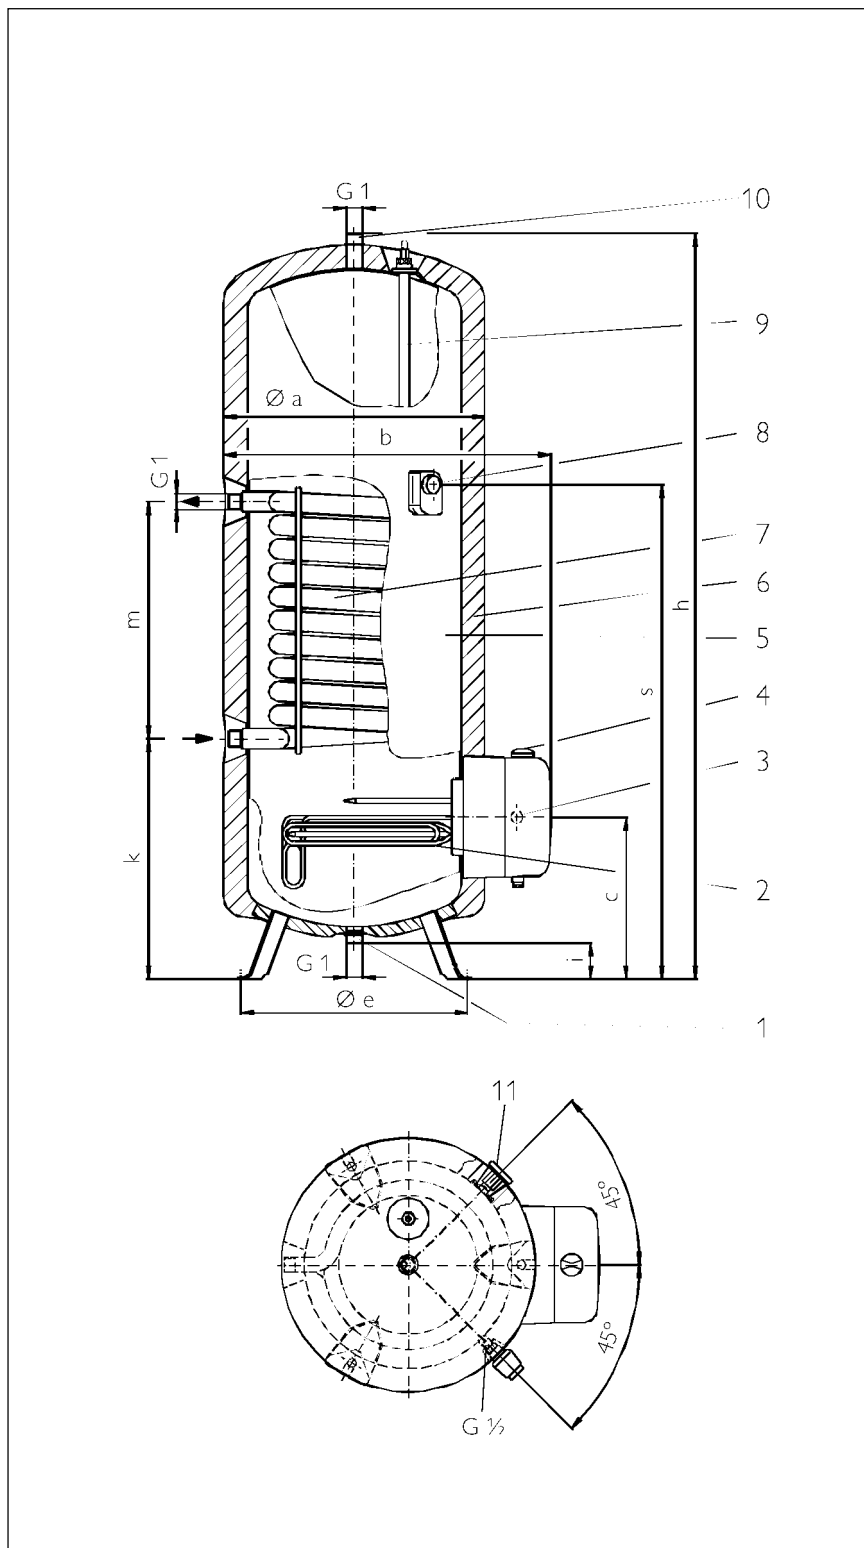
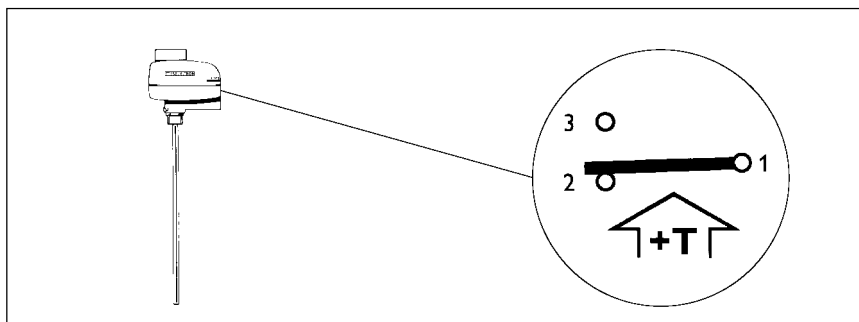
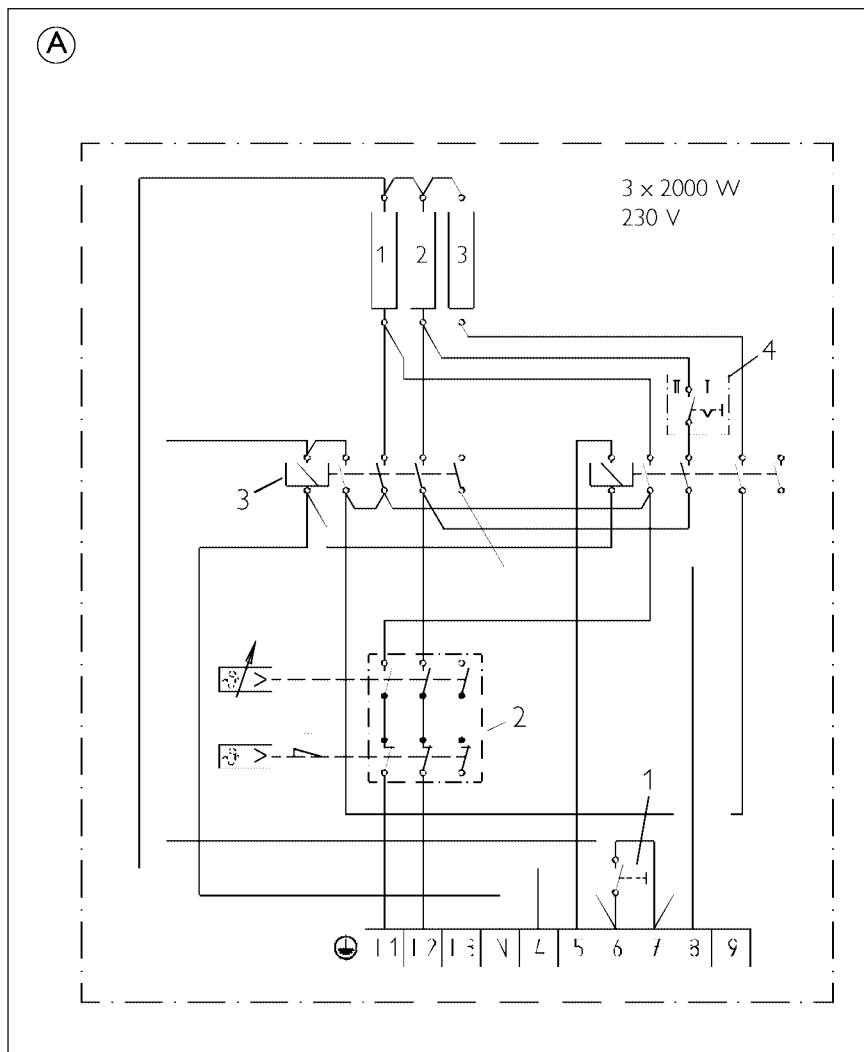

Рис. 3
Рис. 6
Рис. 7
Описание (рис. 3)
В случае, если установки циркуляционного прохода не избежать, то необходимо его урегулировать термически и синхронизировать. Для присоединения циркуляции к напольному накопительному водонагревателю следует снять термометр (рисунок 3, пункт II).
- Монтировать регулятор температуры отопительного котла (RWF I N-A). Присоедините к опоре (G ½), находящейся слева от теплофланца и смещенной на 45°, стандартную муфту (G ½) и приложенный регулятор температуры (рис. 3, п. 8). Уплотнить с помощью пеньки или веревки PTFE. Болтовое соединение, находящееся в помещении распределительного устройства теплофланца, необходимо ввинтить в резьбовое соединение корпуса регулятора. Накопитель не имеет отдельного температурного ограничителя у теплообменного устройства. Эта функция должна быть обеспечена через источник тепла (напр. отопительный котел). Регулятор температуры включен однополюсно (рис. 6). Диапазон установки температуры – 30 - 90 °С. Максимальное установочное ограничение регулируемое, первоначально установлено на 60 °С.
Учитывайте VDE 0100 и предписания местной организации электроснабжения. Прибор рассчитан на подключение стационарно проложенной проводкой. Напольные накопители SHW имеют режим обычного и быстрого нагрева, включаемый кнопкой быстрого нагрева. Если энергоснабжающая организация не допускает быстрое нагревание, то кнопку (рис. 3, пункт 3) необходимо закрыть пластмассовым колпачком, находящимся в коробке распределительного устройства. Теплопроизводительность обычного нагревания установлена на длительность нагревания 8 часов (силовой выключатель на “I”, рис. 7, пункт 4). Если энергоснабжающая организация не допускает такой длительности – она может быть установлена на “II” (4 часа).
- С помощью коммутационного контакта ручки выбора температуры (рис. 6) 6 [3,5] A / 230 V может быть настроено приоритетное включение или циркуляционный насос с приоритетным включением.
(A) Схема соединений (рис.7)